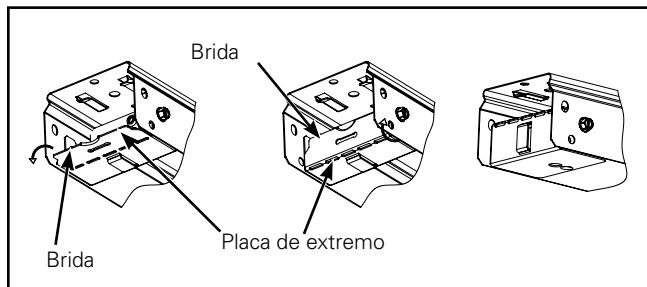

Figura 17.
- Gire la placa de extremo superior, doble la brida como se muestra en la figura y vuelva a girar a su posición original en el conjunto del canal. (Figura 17.)